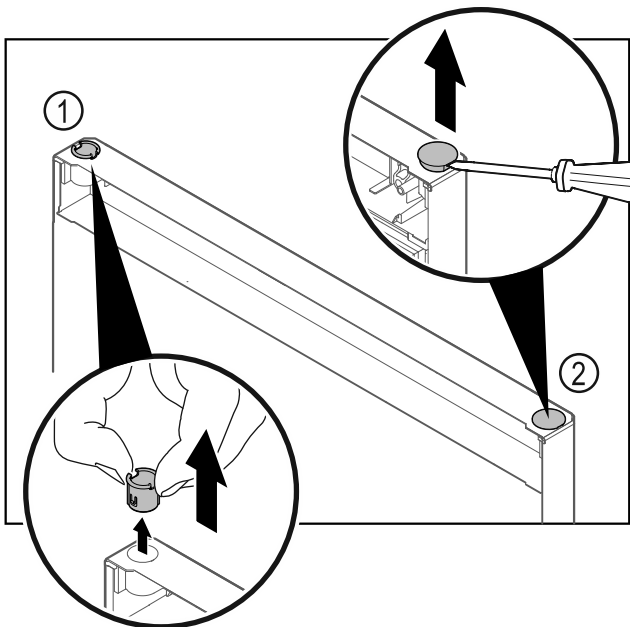

Fig. 21 Dera e ndarjes së ftohjes
- Nxirrni jashtë bokullën e menteshës Fig. 21 (1) me gishta.
- Ngrini lart me kujdes tapën mbuluese Fig. 21 (2) me një kaçavidë me kokë petë dhe nxirrreni jashtë.